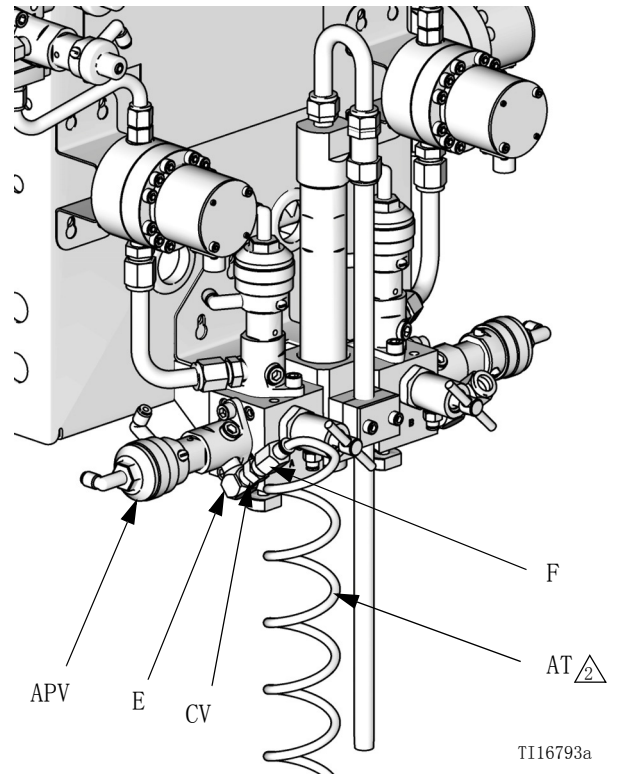

图 9. 清洗供气管和止回阀
- 参见图 9。将提供的弯管 (E)、止回阀 (CV) 和管接头 (F) 安装在空气清洗阀 (APV) 入口中。使用 25 英尺 (7.6 米), 1/4 英寸 (6 毫米) OD 清洗空气管道 (AT, 已提供), 将清洁、干燥供气管路连接至空气清洗阀入口的接头 (F) 中。根据需要安装过滤器 / 干燥器。